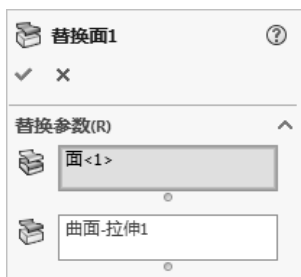

图 6.11.8 “替换面 1”对话框
Step2. 选择命令。选择下拉菜单 **插入(I)** → **面(F)** → **替换(R)...** 命令，系统弹出如图 6.11.8 所示的“替换面 1”对话框。